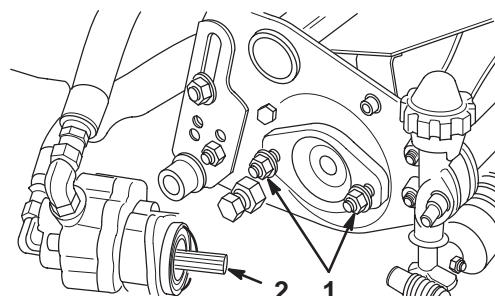

Figure 8
2. Installez les écrous de montage du moteur d' entraînement des cylindres sur chaque plateau de coupe. Laissez dépasser environ 13 mm de filetage sur chaque goujon de montage (Fig. 8).
- Enlevez les capots de protection des plateaux de coupe et des arbres des moteurs d' entraînement des cylindres. Lubrifiez l' arbre cannelé de chaque moteur avec de la graisse propre, puis montez le moteur en le tournant dans le sens horaire de sorte que ses brides évitent les goujons. Tournez le moteur dans le sens anti-horaire jusqu'à ce que les brides encerclent les goujons, puis serrez les écrous de montage (Fig. 8).